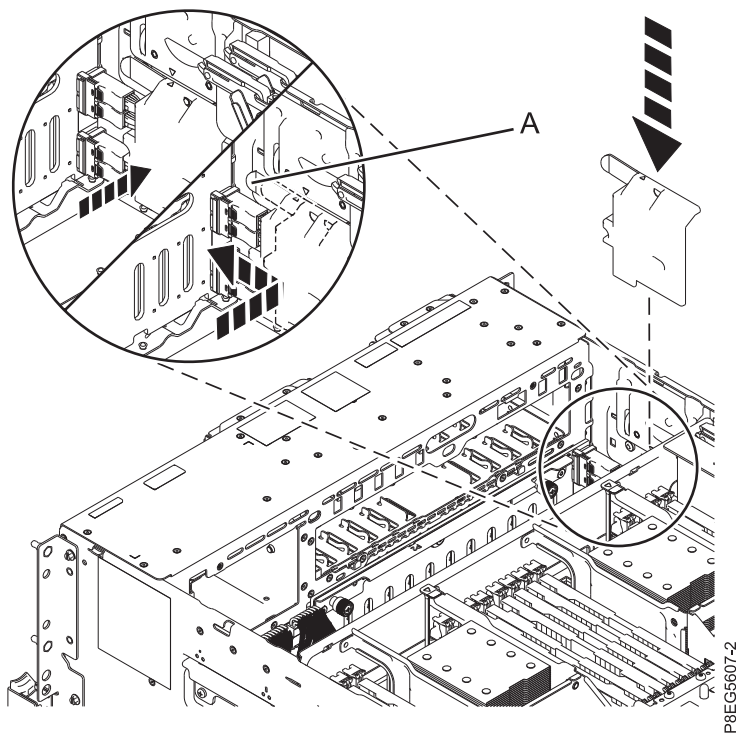

Figure 20. Remise en place du cache du câble SAS
7. Remettez le cache du câble SAS en place. Placez les emplacements du cache dans les broches situées sur le côté du châssis. Le symbole en forme de triangle situé sur le cache du câble SAS s'aligne avec celui qui se trouve sur le côté du châssis lorsque les emplacements du cache et les broches sont alignés correctement. Poussez sur le cache vers l'avant du système jusqu'à ce que la poignée (A) se mette en place. Voir figure 20.